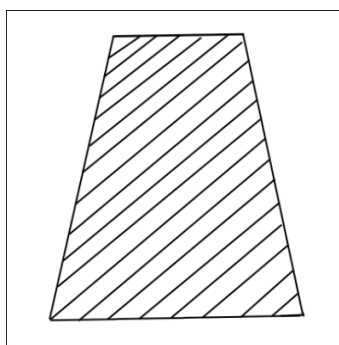

Рис. 1
1. Подготовить поверхность, на которую будет устанавливаться грядка ПВХ, выровняв участок земли чуть больше или равный площади грядки. (рис. 1)